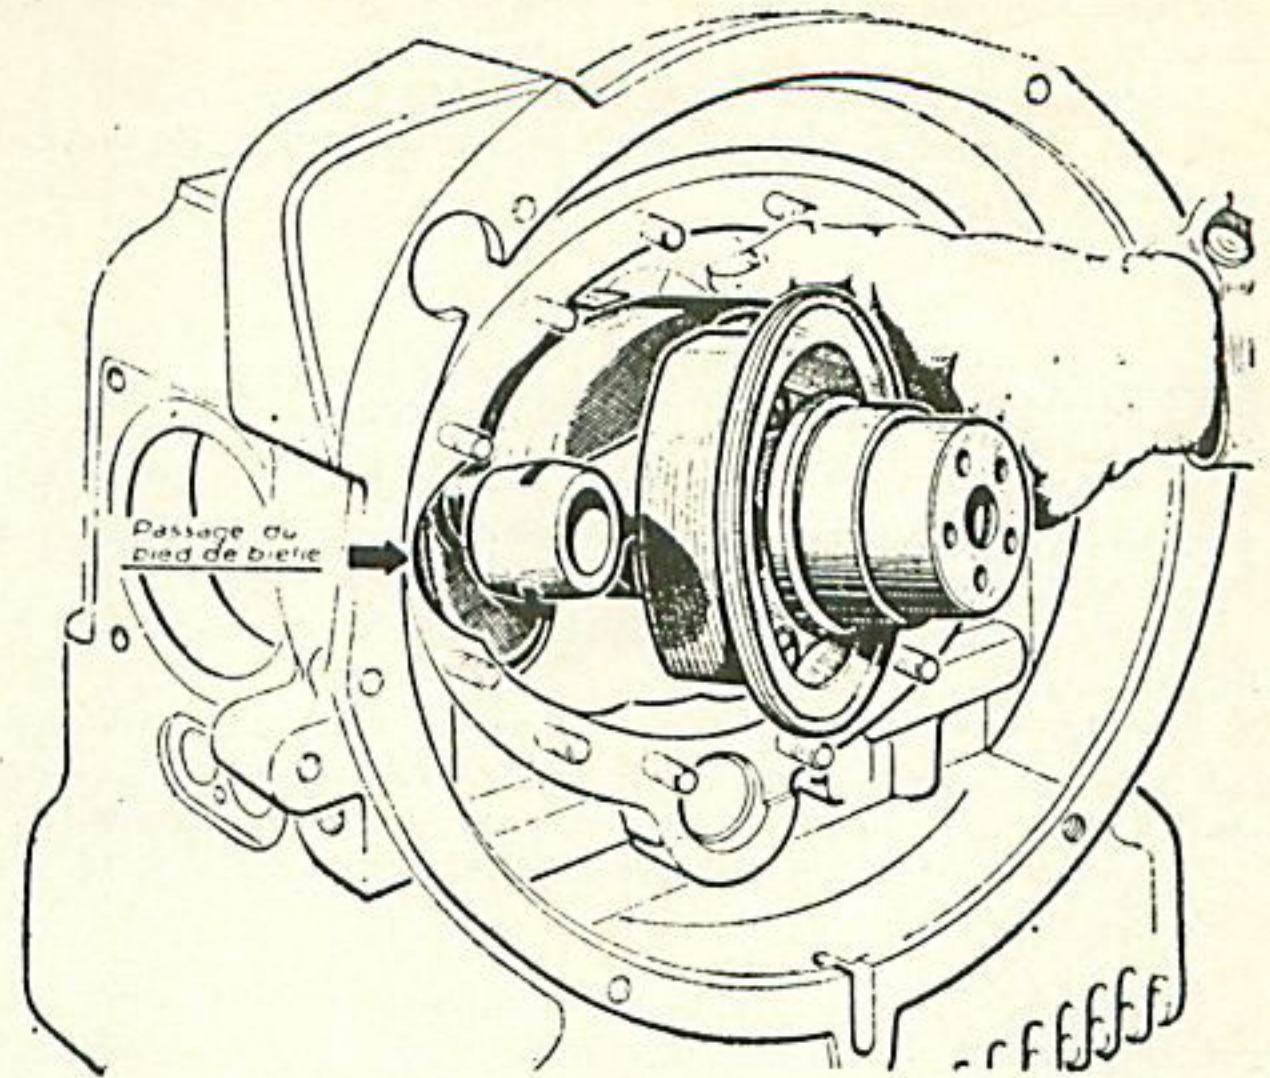

Fig. 9. — Dépose du vilebrequin.
- Faire pivoter l'embellage pour l'amener à la position P.M.B. (fig. 9).